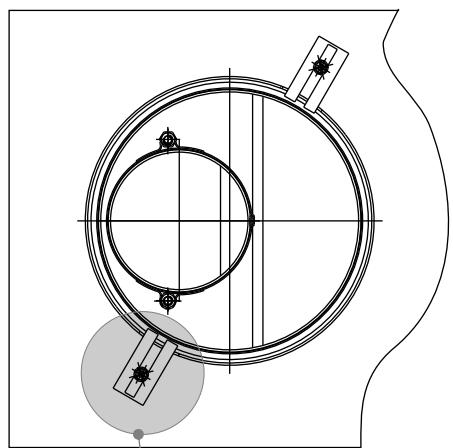

**Рис. 5**
6.3.1. В зовнішній стіні будинку на висоті "H" від підлоги (див. рис.4) пробити горизонтальний канал діаметром 230 мм для апаратів потужністю 7 квт й 250 мм для апаратів потужністю 10-15 квт. (см. рис. 5; 7). З метою забезпечення можливості обслуговування димоповітряного блоку в процесі експлуатації апарату, рекомендується розмістити канал у безпосередній близькості від вікна. При цьому необхідно враховувати, що для забезпечення установки й зняття апарату, а також для зняття й установки газопальникового пристрою, перед фронтом апарату на відстані **не менше 600 мм від стіни та на відстані не менше 750 мм від осі каналу** в напрямку газового клапану апарату не повинно бути ніяких будівельних елементів або стаціонарно встановленого обладнання.
Для апаратів потужністю 10-15 квт, на виступаючий газохід зовнішній установити набір дисків. Закріпити диск "а" до зовнішньої стіни і відрегулювати їх. (див. рис.5)